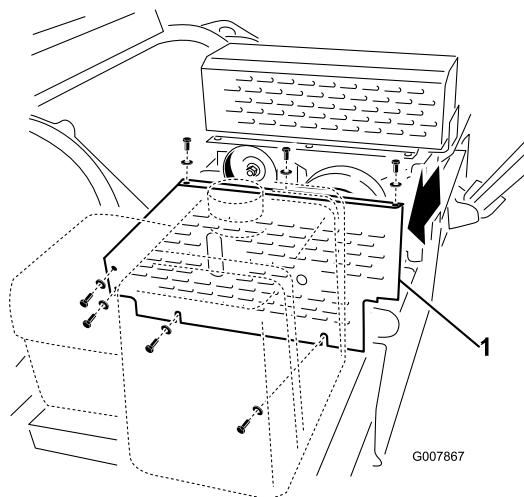

Рисунок 53
1. Снимите кожух ремня (Рисунок 53).